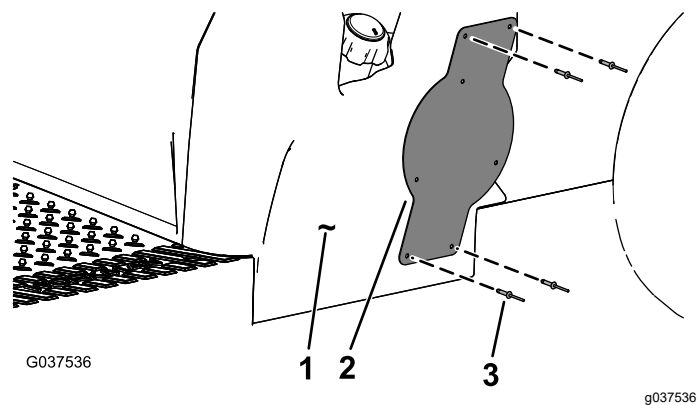

图 11
7. 如图 11 所示用 4 个弹伸铆钉 3/16 x 15/16 英寸将底板安装支架安装到座椅底座侧面。